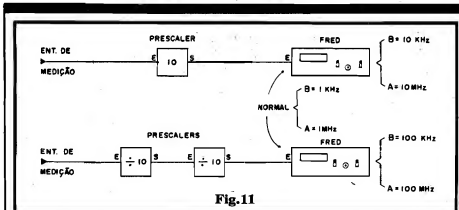

Fig. 11
- FIG. 11 - AMPLIANDO AS FAIXAS (FUNDOS DE ESCALA) - DO FRED - As duas faixas de medição (Até 1 KHz e até 1 MHz) são práticas e muito utilizáveis, porém quem pretende lidar com modernos equipamentos de computação, ou mesmo com circuitos de RF que trabalhem originalmente em Ondas Curtas, na faixa comercial de FM ou nas Frequências de transmissão da TV comercial (VHF), precisará, no futuro, de maiores alcances... Isso pode ser obtido pela simples inserção de módulos chamados de **prescalers** à entrada do FRED... Normalmente, tais módulos (VOLTAREMOS AO ASSUNTO, em termos práticos, no futuro, aqui mesmo em APE...) aceitam bem Frequências relativamente elevadas, efetuando uma prévia **divisão por 10**, com o que os fundos de escala do Frequencímetro acoplado sofrem uma imediata **multiplicação por 10!** Assim, conforme vemos nos diagramas da figura, se um **prescaler** divisor por 10 for intercalado, as faixas do FRED se ampliarão respectivamente para 10 KHz e 10 MHz! Já se **dois prescalers** forem "enfileirados" à Entrada do FRED, suas duas faixas se ampliarão para os consideráveis valores de 100 KHz e 100 MHz! Muitas Lojas de Eletrônica, ou fornecedores de componentes mais especializados, têm à venda ou **prescalers** já prontos, ou os res-